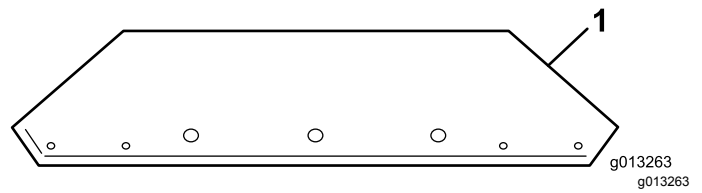
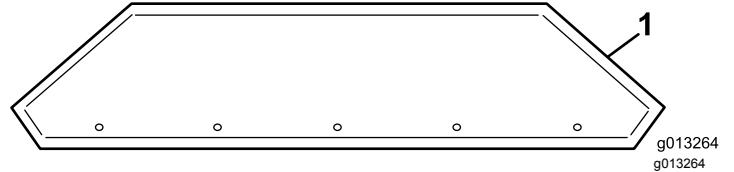

Figura 10
Figura 11
- Retire as extensões da tremonha da caixa e identifique a parte da frente e de trás (**Figura 10** e **Figura 11**).